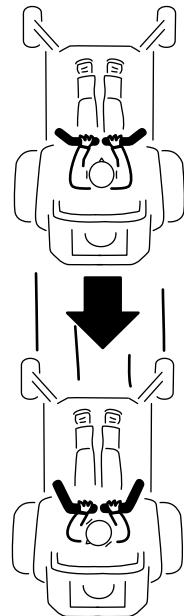

Figure 26
- Pour vous déplacer en marche arrière, tirez doucement les leviers en arrière (Figure 26).